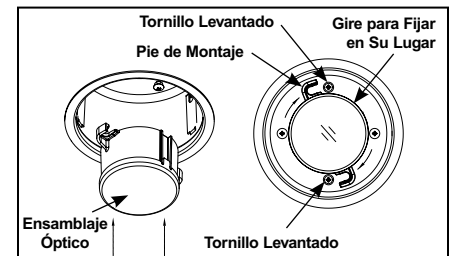

Figura 7
Paso 3. Inserte el ensamblaje óptico en la carcassa, con los pies de montaje alineados con los tornillos levantados. Gire el ensamblaje óptico en el sentido del reloj de modo que los pies de montaje se enganchen en los tornillos. Gire firmemente para fijar en su lugar (Figura 7).
Paso 2. Quite el ensamblaje óptico de la carcasa girando en el sentido contrarreloj para desbloquear. (Figura 7)